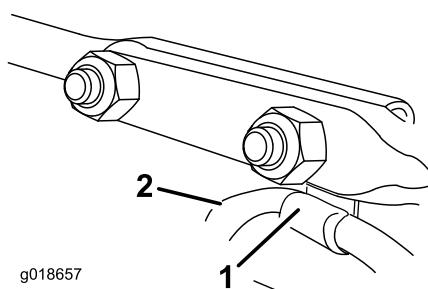

Figura 16
6. Insira o clipe dos cabos que suporta o cabo do deflector sob a cabeça do parafuso de carroçaria frontal e prenda os parafusos da carroçaria com as porcas de bloqueio do saco das peças soltas (Figura 16).